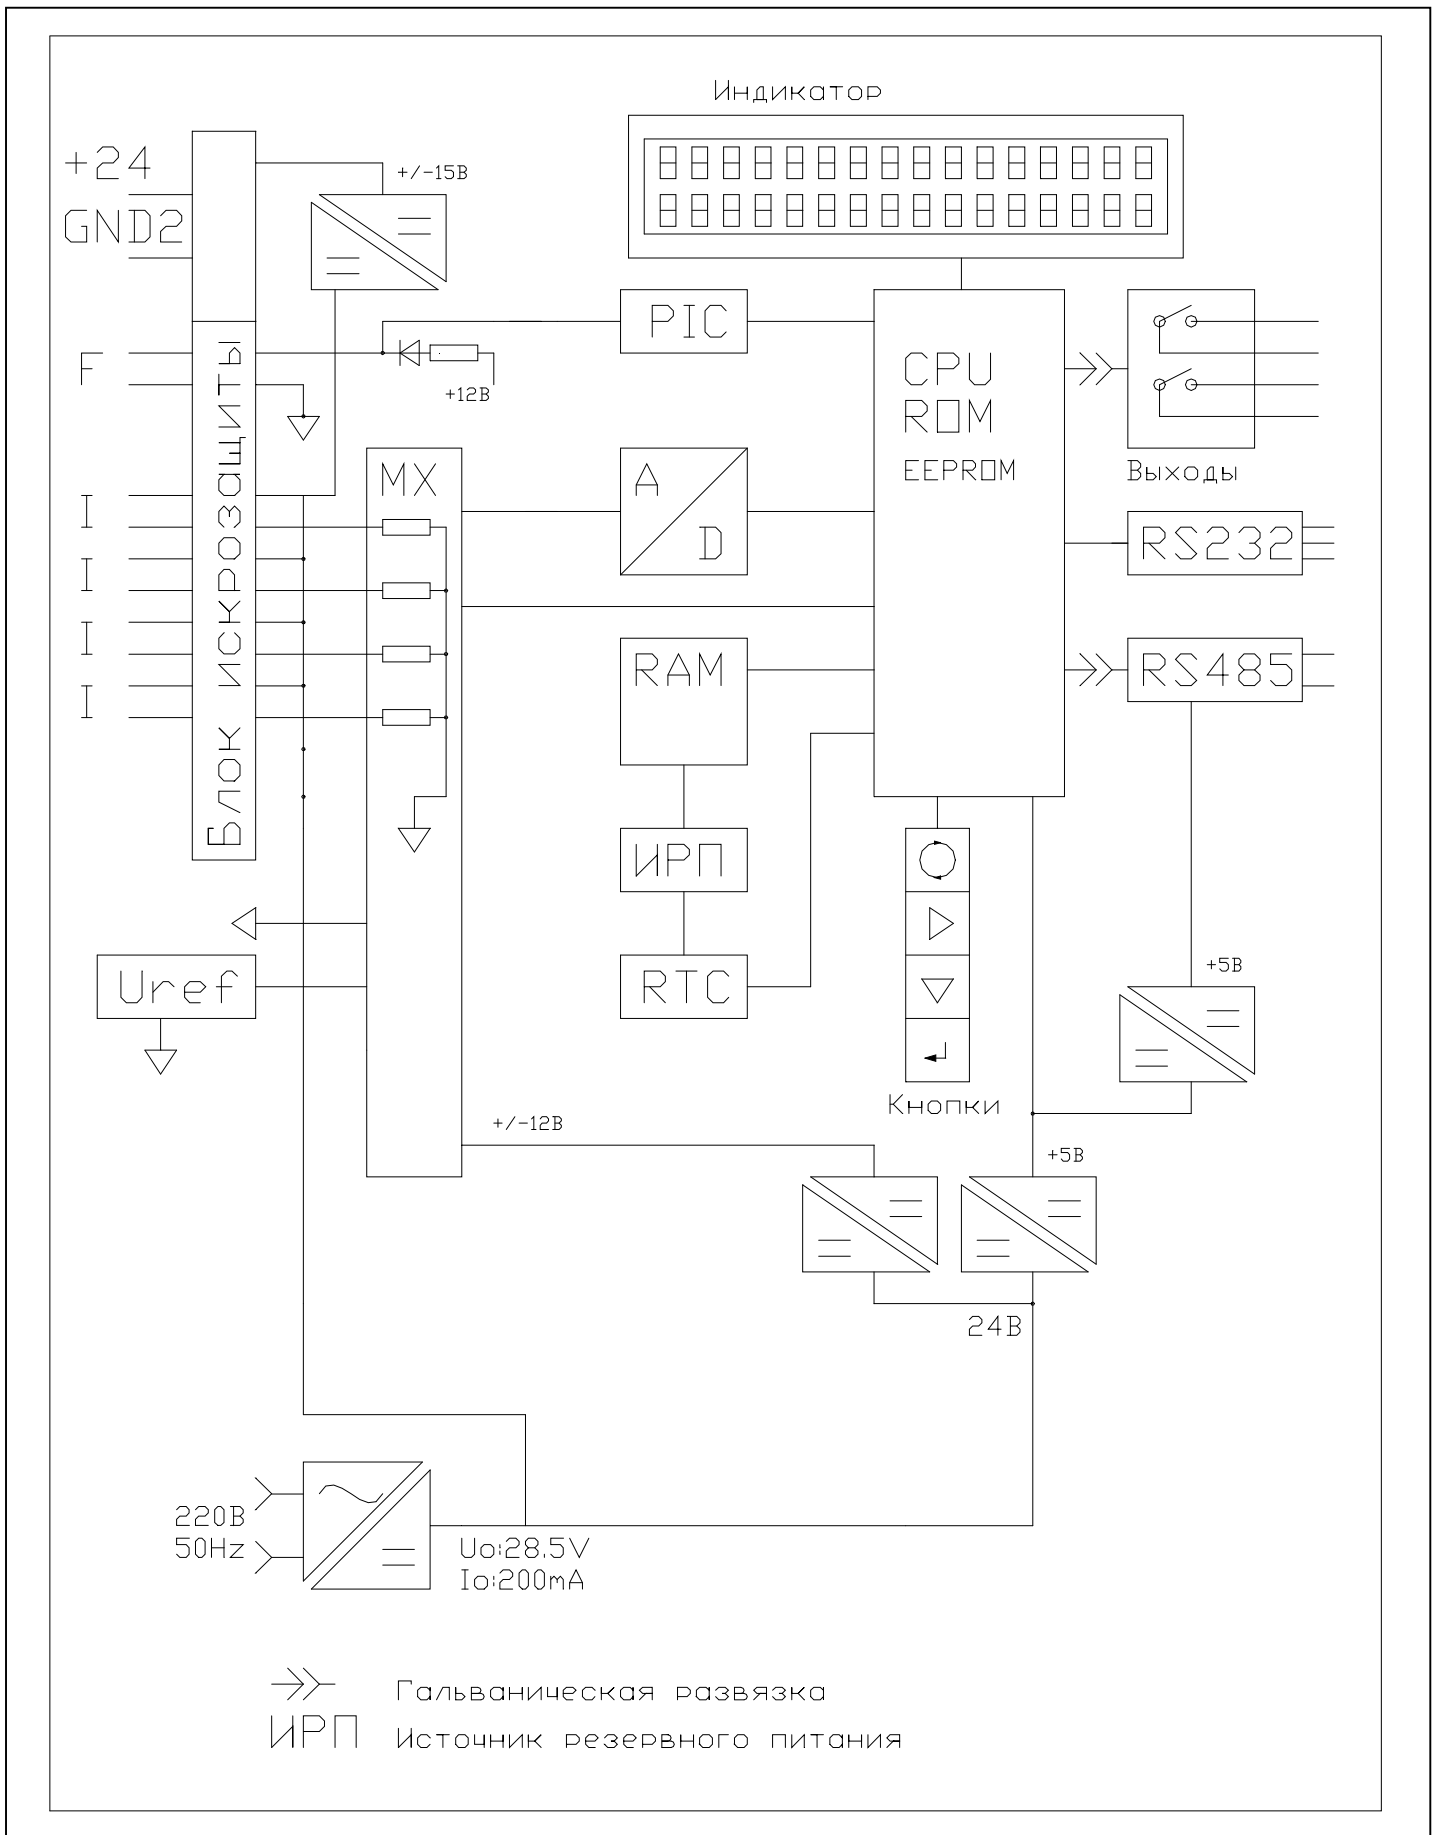

Рис. 1.1
1.4.1. Структурная схема прибора мод. «Ех» приведена на рис.1.1.